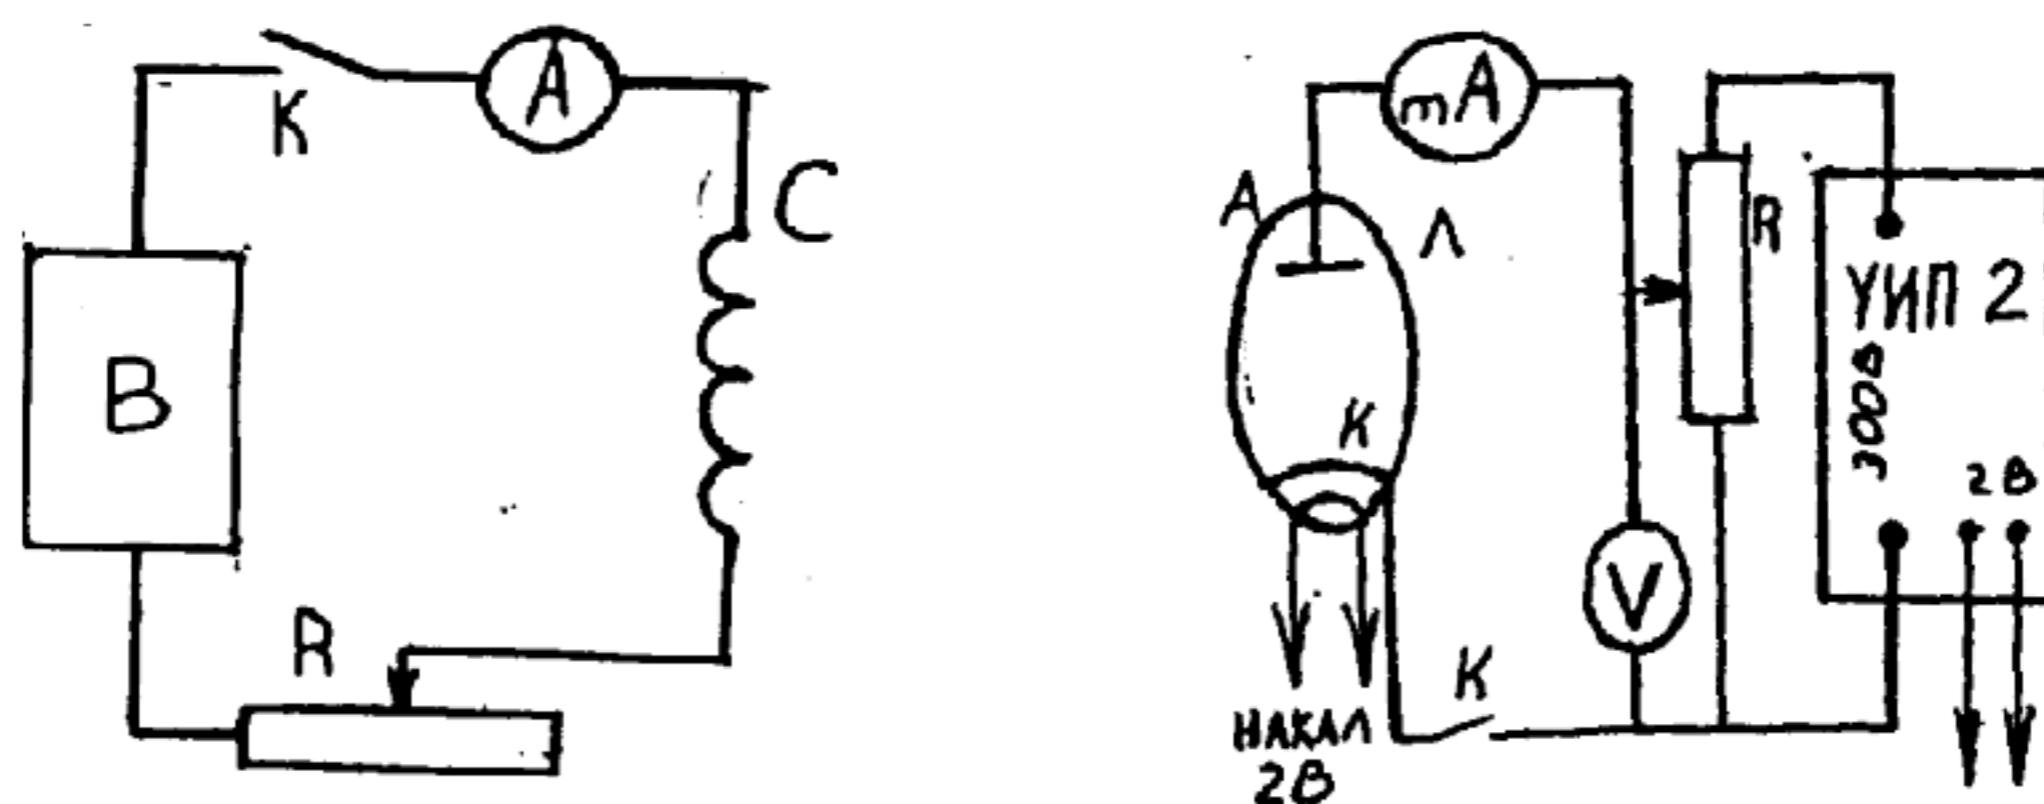

рис.4
Рабочая схема показана на рис.4. Основу ее составляет электронная лампа Л, помещенная в соленоид С.
1. Собрать схему (рис.4). При этом регуляторы выходного анодного напряжения УИП-2 и выпрямителя Б5-7 установить на нулевое значение. Схему не включать до проверки ее преподавателем или лаборантом.